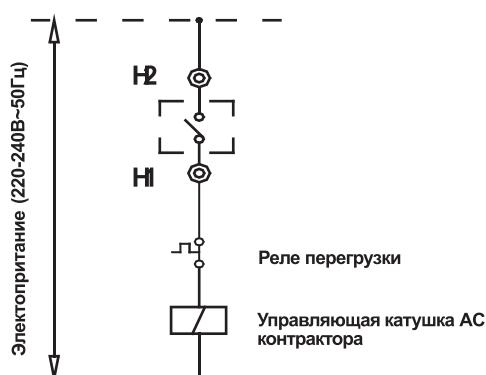

Рис.5-2
Step 10. Провода управления контактора переменного тока вспомогательного электронагревателя должны быть подключены к соединительным клеммам H1 и H2 ведущего блока, как показано на Рис. 5-2.